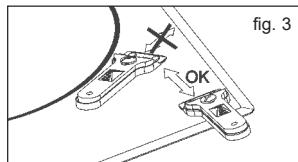

fig. 3
**⚠ If you use the scraper incorrectly, the blade could break and a fragment could get caught between the surrounding trim and the glass. If this happens, do not try to remove it using your hands, carefully use tweezers or a knife with a fine edge. (See fig. 3)**
Für die Anbringung des Kochfelds am Unterschrank werden vier Klammern mitgeliefert, die an den Löchern der Gehäuseunterseite zu befestigen sind (zwei vorne und zwei hinten). Es gibt zwei alternative Positionen für die Anbringung der Klammern, die in Abbildung 3 gezeigt werden.